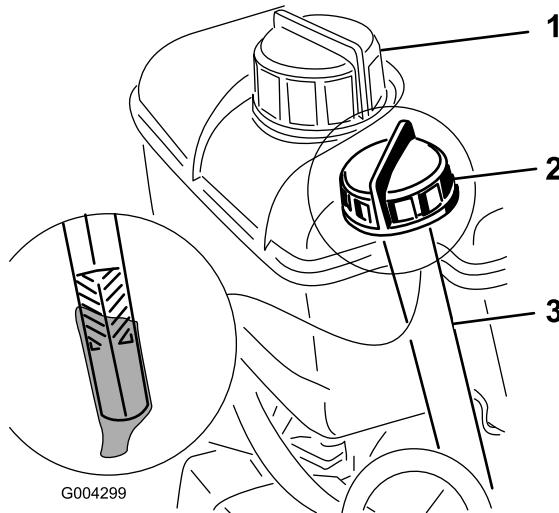

Figura 12
2. Pulite attorno all'asta di livello (Figura 12).
1. Pulite attorno al tappo del serbatoio del carburante (Figura 12).